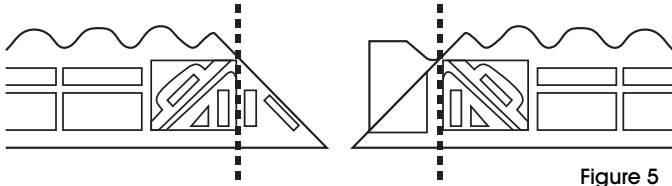

Figure 5
4. To connect two pieces along an edge run, trim off the meeting ends along line "A" marked on the back; pieces will be flush (Figure 5).
4. Pour relier deux morceaux le long d'une bordure, coupez les extrémités raccordables le long de la ligne « A », indiquée au dos, pour que les morceaux soient alignés (Voir Figure 5).